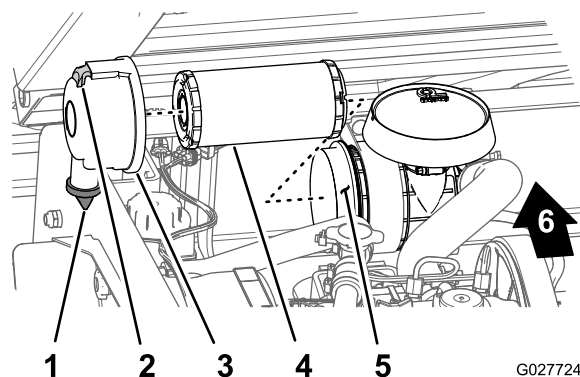

図 34
2. エアクリーナ本体にリーク原因となりそうな傷がないか点検する 図 34。
3. エアクリーナのラッチを引いて外し、カバーを左にひねってボディーから外す 図 34。
5. 汚れを落とさないように注意しながら、ハウジング 図 34 内部からエレメントを静かに引き出す。
1. エアフィルタのカバーについている異物逃がしポートを清掃する (図 34)。
2. カバーについているゴム製のアウトレットバルブを外し、内部を清掃して元通りに取り付ける (図 34)。
3. エレメントをハウジング内部にしっかり取り付ける。エレメントの外側のリムを軽く押さえて確実にハウジングに密着させる 図 34。
4. アウトレットバルブが下向き後ろから見たとき、時計の5時と7時の間になるようにカバーを取り付ける 図 34。
5. カバーをハウジングにラッチで固定する (図 34)。